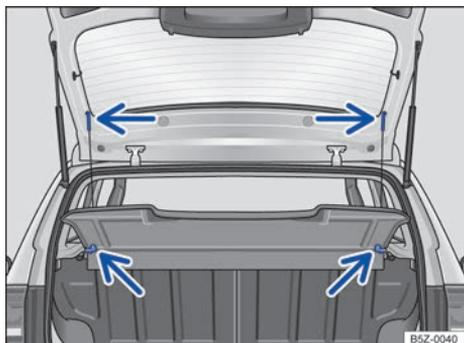

Fig. 79 En el maletero: desmontaje y montaje de la bandeja trasera.
- Desprenda los cordones de retención del soporte de la tapa trasera ⇒ fig. 79 (flechas superiores).
- Retire la bandeja trasera hacia atrás y hacia afuera de los soportes laterales ⇒ fig. 79 (flechas inferiores).
- Empuje la bandeja trasera hacia adelante, introduciéndola en los soportes laterales ⇒ fig. 79 (flechas inferiores).
- Encaje los cordones de retención en la tapa trasera ⇒ fig. 79 (flechas superiores).